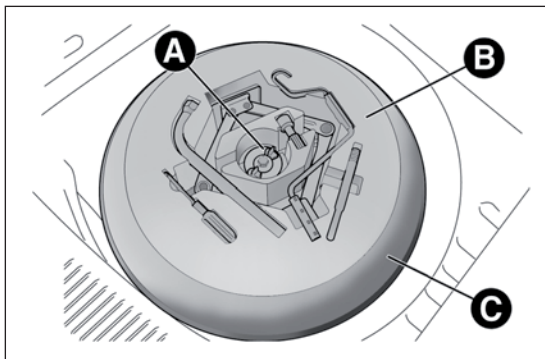

РИС. 118
- отвинтите защелку АРИС. 118, возьмите ящик с инструментом В и поставьте его рядом с колесом, требующим замены; извлеките аварийное колесо С;